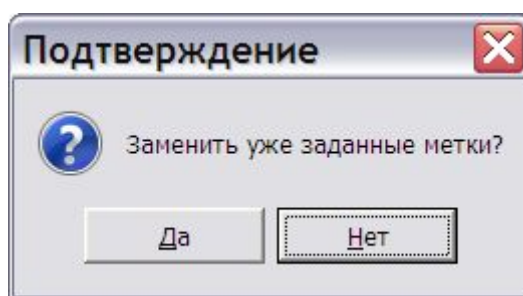

Рис. 8.46
**Скопировать метки родителя**  появится окно с запросом подтверждения замены уже заданных меток (Рис. 8.46).